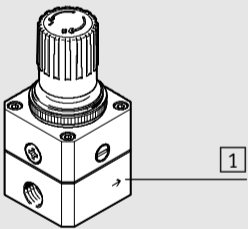

Bild 1 / Fig. 1
- Beachten Sie die Durchflussrichtung von 1 nach 2. Als Orientierung dient der Pfeil [1] auf dem Produktgehäuse (→ Bild 1).